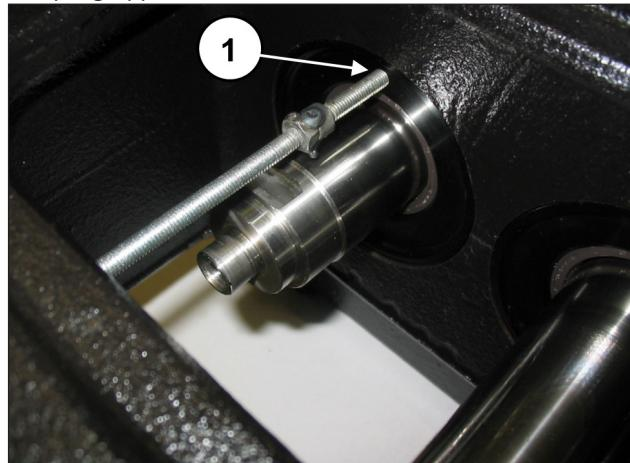
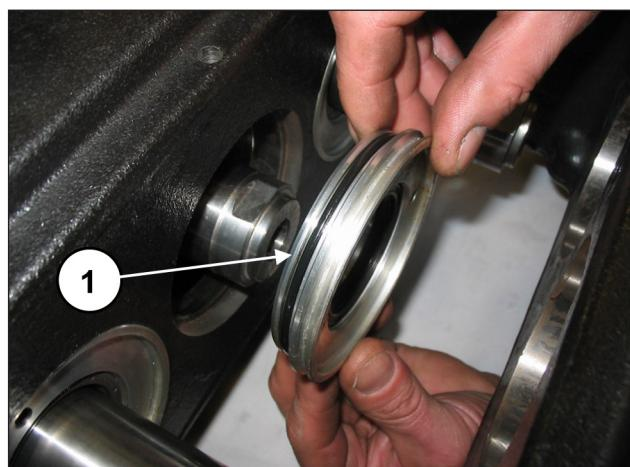

Abb. 3
Abb. 4
Drehen Sie eine Gewindestange oder eine Schraube M6 als Abzieher in die entsprechenden Bohrungen am Ölabbreifring. Deckel ein (Pos. ①, Abb. 3) und nehmen Sie die Deckel von der Pumpengruppe ab (Pos. ①, Abb. 4).